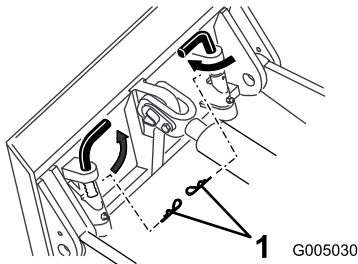

Figura 9
- Le piastre di montaggio (Figura 9) in alcuni modelli più vecchi delle trattrici sono dotate di molle forate e perni di fissaggio rapido che consentono l'installazione di due coppie a forcina per l'aratura di lunghi tratti. In questo modo, le vibrazioni dell'interratore non causeranno l'allentamento dei perni.